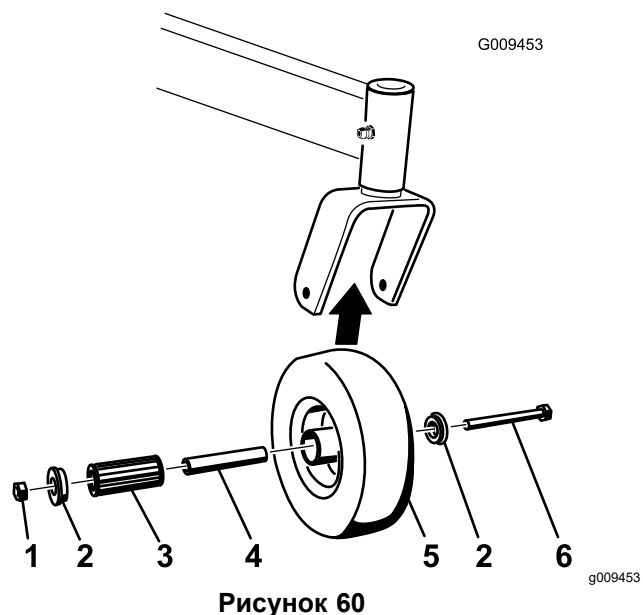

Рисунок 60
1. Удалите контргайку и колесный болт, с помощью которых поворотное колесо крепится квилке (Рисунок 60).
2. Снимите одну из втулок, затем извлеките распорную втулку и роликовый подшипник из ступицы колеса (Рисунок 60).
3. Извлеките вторую втулку из ступицы колеса и удалите всю смазку и грязь из ступицы (Рисунок 60).
Примечание: Замените поврежденные или изношенные детали (Рисунок 60).
5. Вставьте одну втулку в ступицу колеса (Рисунок 60).
6. Смажьте роликовый подшипник и распорную втулку и вставьте их в ступицу колеса (Рисунок 60).
7. Вставьте вторую втулку в ступицу колеса (Рисунок 60).
8. Установите поворотное колесо ввилку поворотного колеса и закрепите при помощи колесного болта и контргайки (Рисунок 60).
9. Затяните контргайку так, чтобы распорная втулка была прижата к внутренней поверхности поворотныхвилок (Рисунок 60).